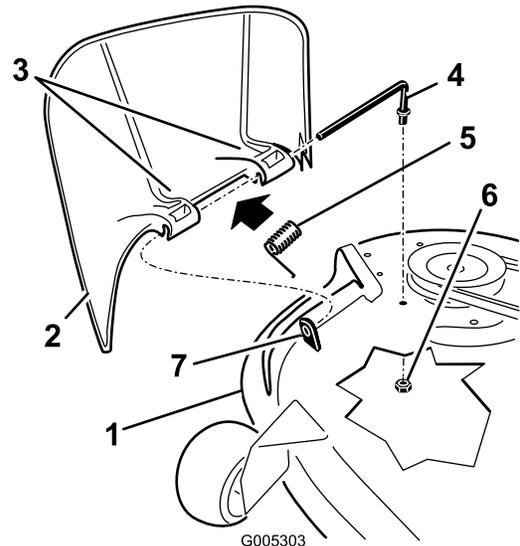

図 64
1. デッキの下側にあるロッド固定ナット $\frac{3}{8}$ インチを取り外す 図 64。
2. ロッドを、短い取り付け部から抜き取ると、スプリングとデフレクタが外れてくる 図 64。
4. デフレクタを交換する (図 64)。
7. 2つ目のブラケットに、ロッドを通す 図 64。
9. ロッド後部をデッキに差し込み、ナット $\frac{3}{8}$ インチで 図 64 のように固定する。